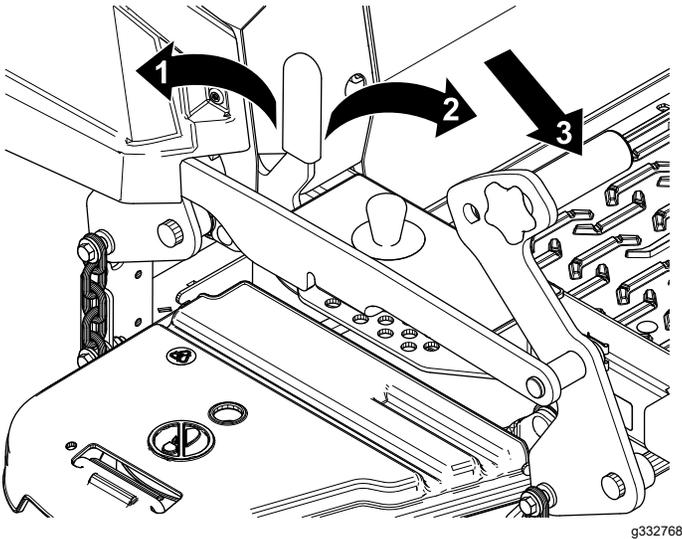

Figura 1
7. Presione el pedal de elevación de la carcasa hacia adelante del todo para bloquear la carcasa de corte en la posición de TRANSPORTE (Figura 1).